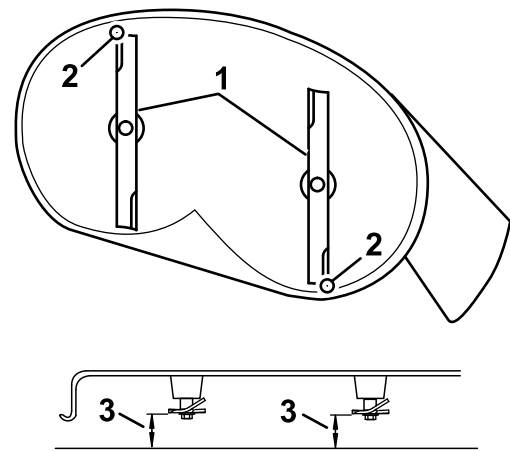

Bild 65
4. Drehen Sie die Messer vorsichtig, sodass sie in Längsrichtung zeigen (Bild 65).
5. Messen Sie zwischen der Messerspitze vorne und hinten und der ebenen Fläche (Bild 65).